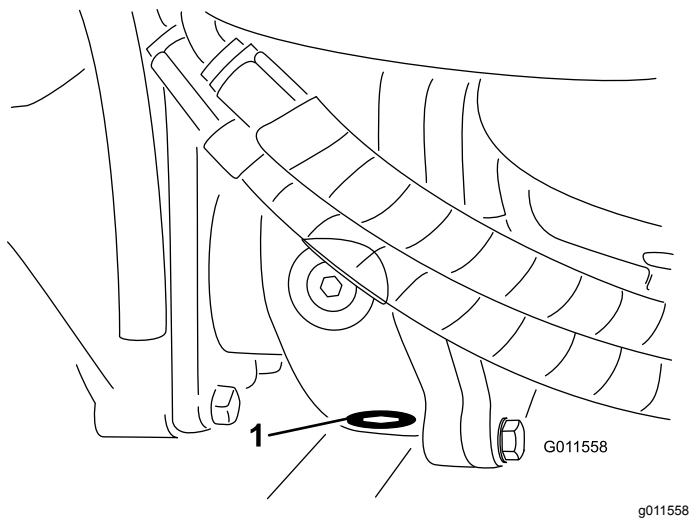

Bild 92
5. Reinigen Sie den Bereich um die Ablassschraube an der Unterseite des Getriebes (**Bild 92**).